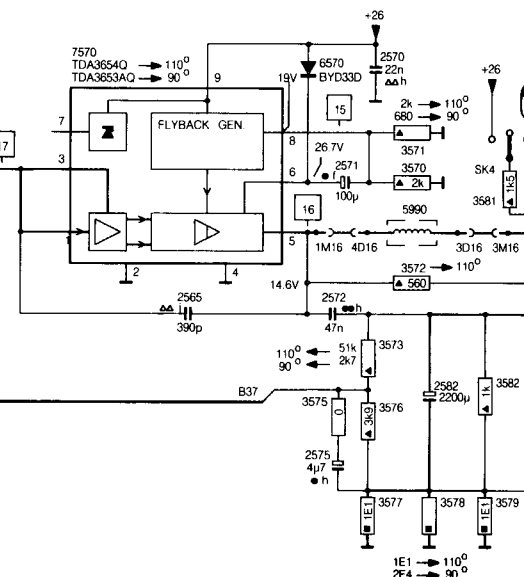

Fig. 10-1
10. SYNCHRONISIERUNG (Bild 10.1)